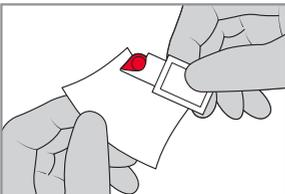
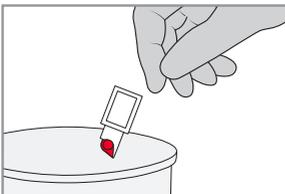

ABBILDUNG 3-7
ABBILDUNG 3-11
- d) Zum Abschließen der Messung gehen Sie bitte entsprechend den Schritten *g-l* und **ABBILDUNG 3-7** bis **ABBILDUNG 3-11** in Abschnitt 3.1 *Kapillarblut* vor. Mit der Messung muss möglichst rasch und maximal 10 Minuten nach dem Befüllen der Mikroküvette begonnen werden.